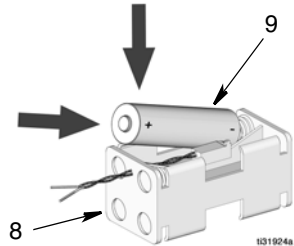

ABB. 10
3. Alle vier AA-Batterien aus dem Batteriehalter (8) entnehmen. Batterien in einem genehmigten Entsorgungsbehälter entsorgen.
4. Vier AA -Alkalibatterien (9) in den Batteriehalter (8) einsetzen wie in ABB. 10 dargestellt. Sich vergewissern, dass die Batterien richtig im Halter liegen.